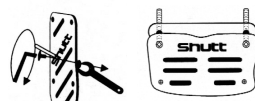

Fig. 1
- 1- Aperte os braços fixadores atrás do pedal com a chave Allen (fig. 1).